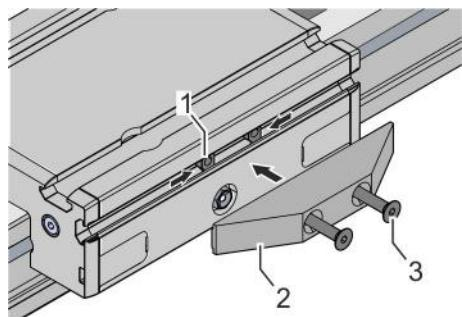

Fig. 32 : Montage de l'actionneur
1. Insérer et positionner les écrous (Fig. 32 /1) dans la rainure du chariot de guidage.
2. Mettre en place l'actionneur (Fig. 32 /2) au niveau des écrous insérés.
3. Serrer les 2 vis (Fig. 32 /3) :